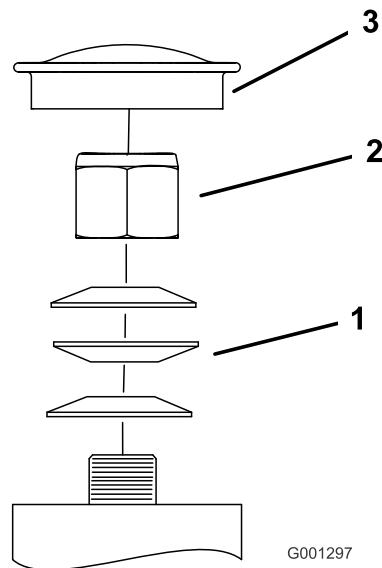

Figure 62
3. Retirez le capuchon antipoussière de la roue pivotante et serrez le contre-écrou (Figure 62).
4. Continuez de serrer le contre-écrou jusqu'à ce que les rondelles élastiques soient aplatis, puis desserrez-le de 1/4 de tour pour obtenir la précharge correcte des roulements (Figure 62).
**Important:** Veillez à placer les rondelles élastiques comme montré à la Figure 62.
5. Remettez le capuchon antipoussière en place (Figure 62).